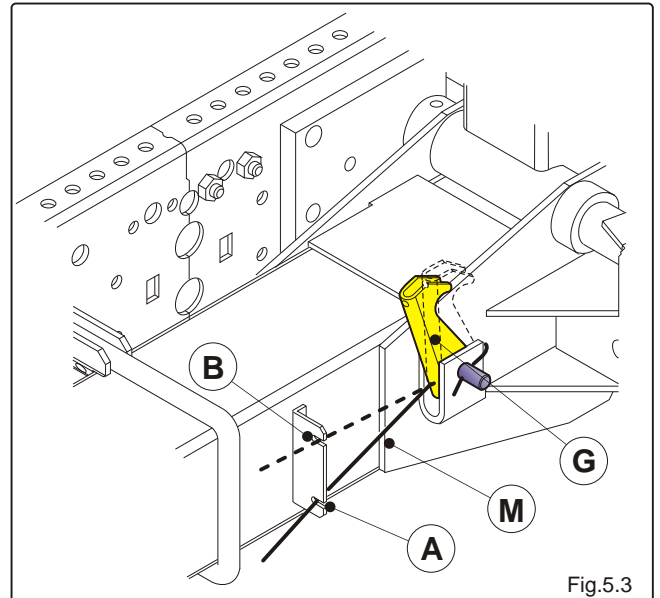

Fig.5.3
- Die Feder **M** aus der Stellung **A** in Stellung **B** bringen (Abb.5.3).